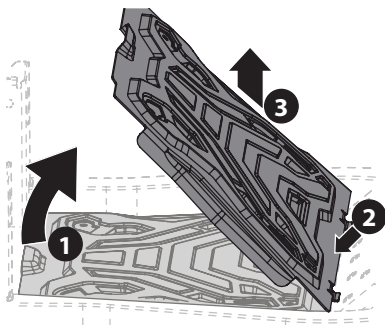

Figura 39
- Levante con cuidado la parte trasera del panel del piso (Figura 39).
- Para liberar el frente del panel del piso, deslícelo hacia atrás (Figura 39).
- Levántelo para separarlo del tractor (Figura 39).